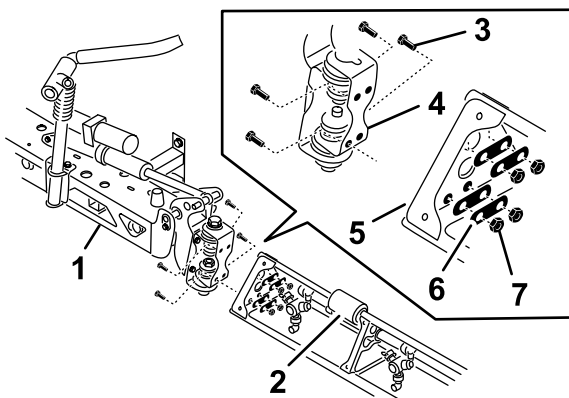

Figura 40
2. Rode cada suporte articulado no final da secção da rampa central de forma a que os suportes alinhem verticalmente (Figura 40).
4. Monte a placa da articulação na placa triangular com quatro parafusos de cabeça flangeada, quatro placas posteriores e quatro porcas de bloqueio flangeadas (Figura 40) que removeu no passo 1.
6. Alinhe a extremidade da barra do cilindro de elevação da rampa com os furos na buzina do suporte articulado (Figura 40).
7. Prenda a extremidade da barra ao suporte articulado com um passador de forquilha e perno de gancho (Figura 40).